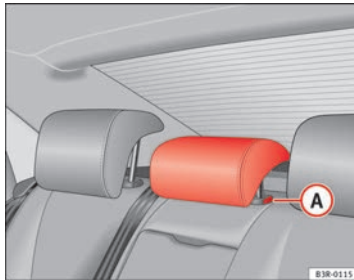

Abb. 111 Mittlerer Fondsitz: Kopfstütze
- Drücken Sie den Knopf **(A)** ⇒ Abb. 111 und führen Sie die Kopfstütze nach unten.
- Drücken Sie auf die Taste **(A)** ⇒ Abb. 111 und ziehen Sie gleichzeitig die Kopfstütze heraus.